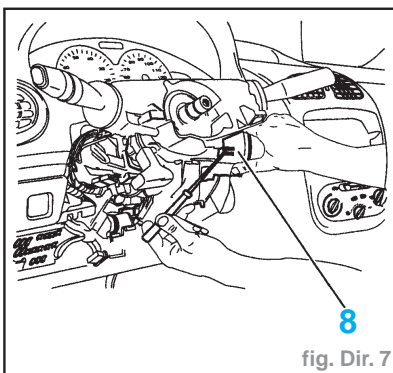

fig. Dir. 7
- A l'aide d'un tournevis, dégraffer et tirer sur le transpondeur (8), le dégager de l'antivol volant et le laisser pendre (fig. Dir. 7).
- les fixations (3)
- les garnitures (4) et (5)
- A l'aide d'un tournevis, déclipper et tirer sur le module analogique (8), le dégager de l'antivol volant et le laisser pendre (fig. Dir. 7).